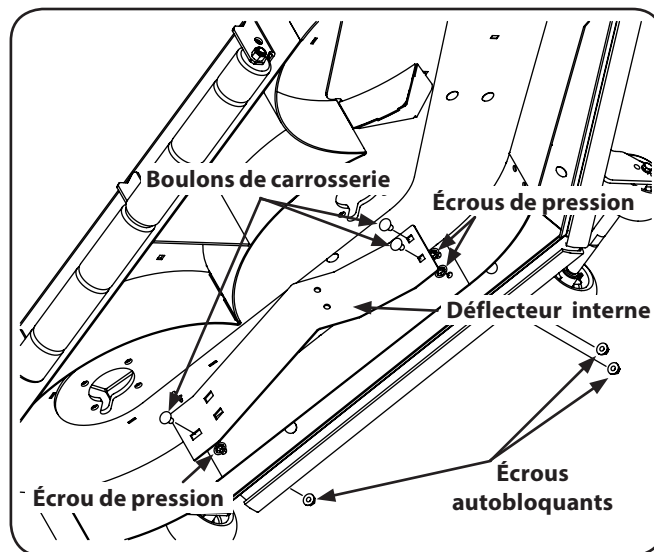

Figure 6-10
1. Si vous coupez de l'herbe abondante, retirez les boulons de carrosserie, les écrous de pression et les écrous autobloquants qui fixent le déflecteur au plateau de coupe. Voir Figure 6-10.